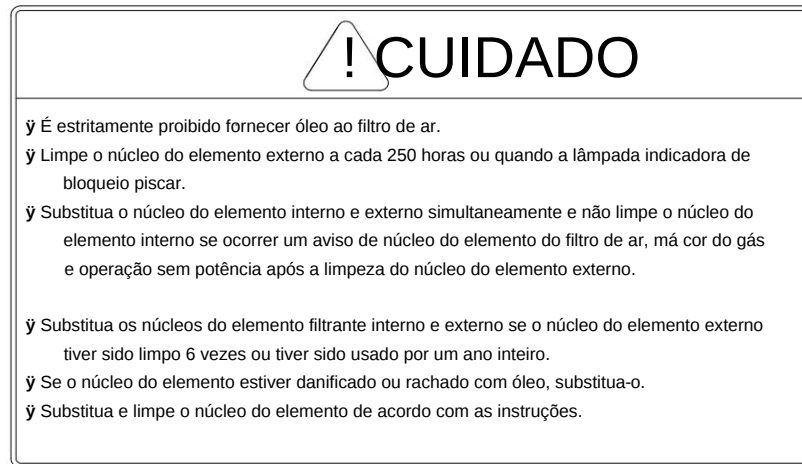

Figura 1-23
(22) Placa de identificação de manutenção do filtro de ar, conforme Figura 1-23.